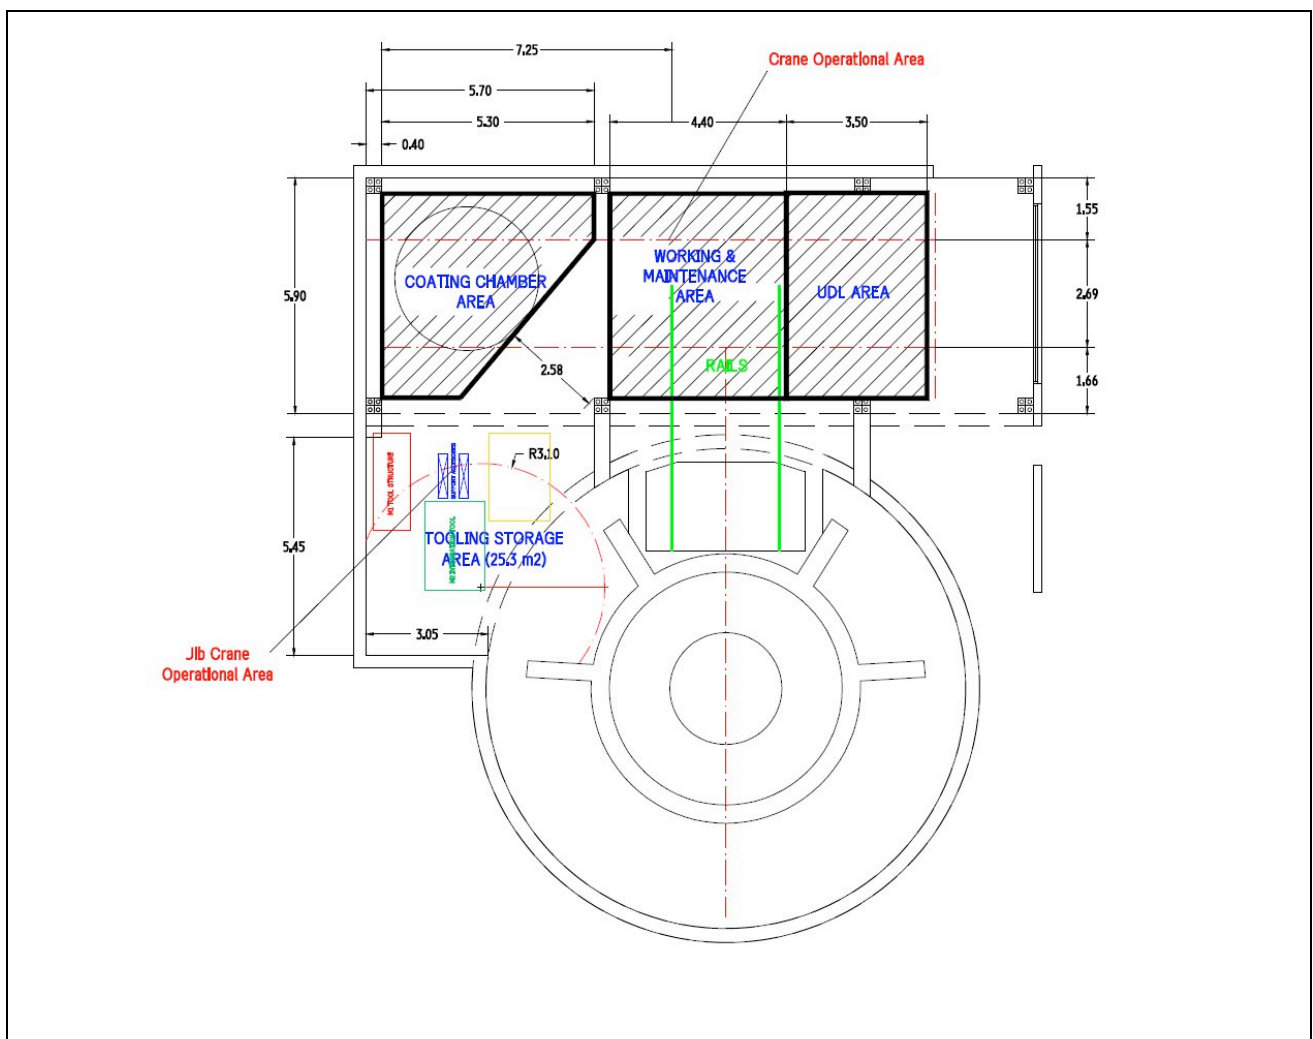

Figura 1. Espacio disponible en la PDA. Ver detalles en el texto
En la Figura 1 se muestra el espacio destinado para la PDA del OAJ.
- **Zona de Aluminizado:** es la zona destinada a la colocación de la CDA, denominada “Coating Chamber Area” en la Figura 1 y presentada en textura de rayas. En total dispone de 22m², y es el lugar donde se deberá instalar la CDA, tanto si está en uso como si no. A modo de ilustración, en la Figura 1 se indica un perímetro circular de 3.6m en el interior de la zona reservada para la CDA.
- **Zona de Desmontaje:** es la zona destinada a desmontaje y puesta en espera de los espejos, denominada como “Working & Maintenance Area” en la Figura 1. Dispone de 22.5m². Es el lugar donde los espejos se separarán de sus respectivas celdas y donde se colocarán en su posición de espera para trasladarlos con el puente grúa al interior de la CDA o de la UDL.
- **Zona de Limpieza:** es la zona destinada a la instalación de la UDL para la limpieza de los espejos previa a su aluminizado. En la Figura 1 aparece indicada como “UDL Area”, y dispone de 18m².
- **Zona de Almacenamiento:** es la zona destinada al almacenamiento de las herramientas necesarias para la manipulación de los espejos, denominada “Tooling Storage Area” en la Figura 1. En total dispone de 25.3m².
Adicionalmente, la PDA dispone de un puente grúa cuyas características principales se indican en la Sección 2.2.3 de este documento. El rango de operación del puente grúa se delimita en la Figura 1 mediante líneas rojas de puntos y rayas. Nótese que la zona de alcance del puente grúa tiene una anchura menor (2.69m, véase Figura 1) de las dimensiones previstas en las Zonas de Aluminizado, Desmontaje y Limpieza.
La CDA deberá diseñarse y dimensionarse de manera, una vez instalada en la *Zona de Aluminizado*, permita el traslado de las herramientas de manipulación de espejos desde la *Zona de Almacenamiento* hasta la *Zona de Desmontaje*, y viceversa. Para ello, la instalación de la CDA y de sus subsistemas periféricos deberá dejar libre un paso de, al menos, 2.50m (véase la Figura 1). El contratista deberá presentar un procedimiento de trabajo (plan de operación) detallado que tenga en cuenta los espacios disponibles.
Los espejos se colocarán en el interior de la CDA usando el puente grúa del OAJ, cuyas características se muestran en las Figuras 5 y 6. El puente grúa conecta la *Zona de Desmontaje* con la *Zona de Aluminizado*. En la Figura 7 se ilustra a modo de ejemplo el transporte del espejo T250-M2 con el puente grúa. La zona de operación del puente grúa se indica mediante el trazado rojo de líneas y puntos de la Figura 1. El OAJ dispone de las eslingas necesarias para la manipulación de los espejos con el puente grúa.